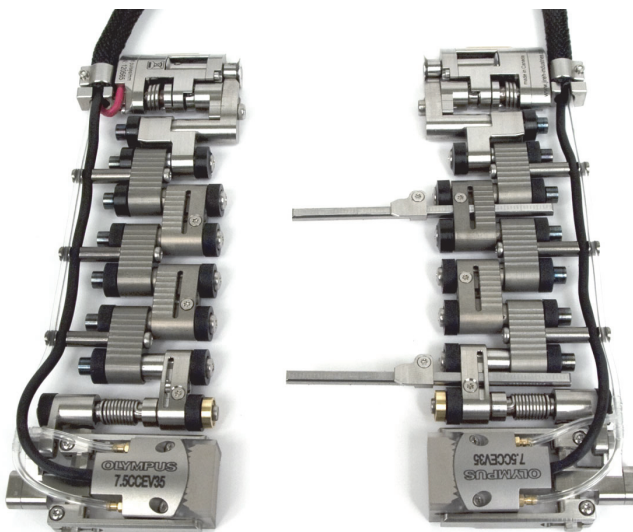

Рис. 2-20 Разъединенные части сканера
3. При сканировании с использованием одноэлементного ПЭП, необходимо разъединить обе половины сканера (см. Рис. 2-20 на стр. 38):